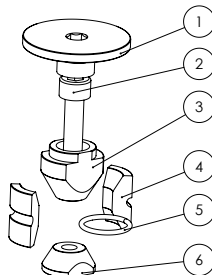

Abb. 12
3 / Lösen Sie die Feststellschraube 2 (Abb. 12), damit die Steuersatzkralle ohne Widerstand in den Gabelschaft gleiten kann. Bevor Sie den Expander in den Gabelschaft einführen, stellen Sie sicher, dass die Kopfschraube 3 volle Umdrehungen eingedreht ist. Das Gewinde muss in den Konus (3) passen, so dass noch Platz zum Zusammendrücken des Steuersatzes bleibt.
4 / Schrauben Sie den Expander leicht in den Gabelschaft, indem Sie die Feststellschraube (2) anziehen (Abb.12).
5 / Den Holm 1 (Abb. 12) vom Expander abmontieren.
6 / Mit einem Drehmomentschlüssel mit 5-mm-Inbusaufsatz die Feststellschraube 2 (Abb. 12) auf ein Drehmoment von **8 Nm** anziehen.
7 / Fetten Sie das Gewinde und die Unterseite der Kappe (1), bevor Sie sie wieder aufsetzen (Abb.12).
8 / Den Holm 1 (Abb. 12) mit einem Drehmomentschlüssel mit 6-mm-Inbusaufsatz anziehen, um das Spiel in der Lenkung auszugleichen. **Stellen Sie sicher, dass sie mit einem Drehmoment zwischen 10Nm (min) und 12Nm (max) angezogen wird.**
1 / Lösen Sie die Feststellschraube 2 (Abb. 12) so weit, dass die Steuersatzkralle aus der Gabel gezogen werden kann.